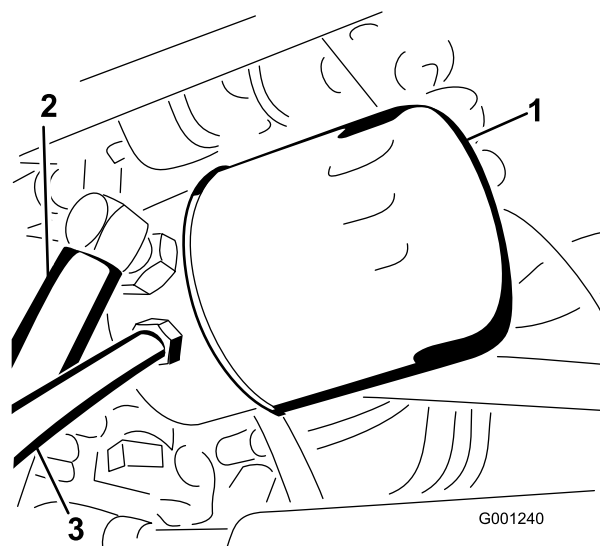

Figure 70
4. Nettoyez la surface autour du filtre à huile hydraulique et retirez le filtre (Figure 70).